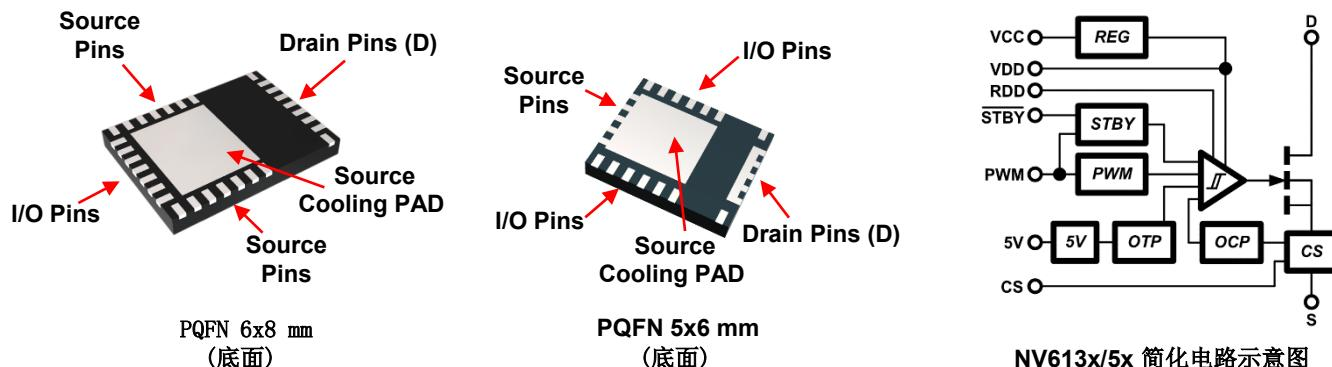

图1. PQFN 6x8 and 5x6 封装和简化电路
NV611x和NV612x GaNFast 系列产品已经被很多高功率密度电源厂商所采用是因为集成了门级驱动、宽范围VCC供电电源、PWM输入、内置ESD保护电路和大片底部散热层。这些关键的特性结合纳微700V氮化镓技术使得高频工作具有易使用、有设计灵活性并可兼容所有主流的拓扑和控制器。为了进一步增强GaNFast产品系列，GaNSense技术能够提供最先进的无损电流检测氮化镓芯片，以及额外的过流保护和过温保护。自动待机模式能够降低空载和轻载损耗。封装有PQFN6*8和5*6两个版本，芯片管脚信息如下图1 漏极pin (D)，源极 pin (S)，I/O pins，以及一个源极散热面(PAD)。I/O pin包括IC供电管脚，PWM输入脚，dv/dt开通斜率控制脚，电流检测输出脚。功率变换器的大部分开关电流都从氮化镓FET的漏极流向源极。从氮化镓IC产生的热会通过源极散热片导向PCB。大块PCB铺铜面和过孔会将热传到PCB的另一侧并/或传到拥有大面积铺铜的PCB内层。散热面与功率地PGND相连，这样可以获得更多的PCB散热面积。